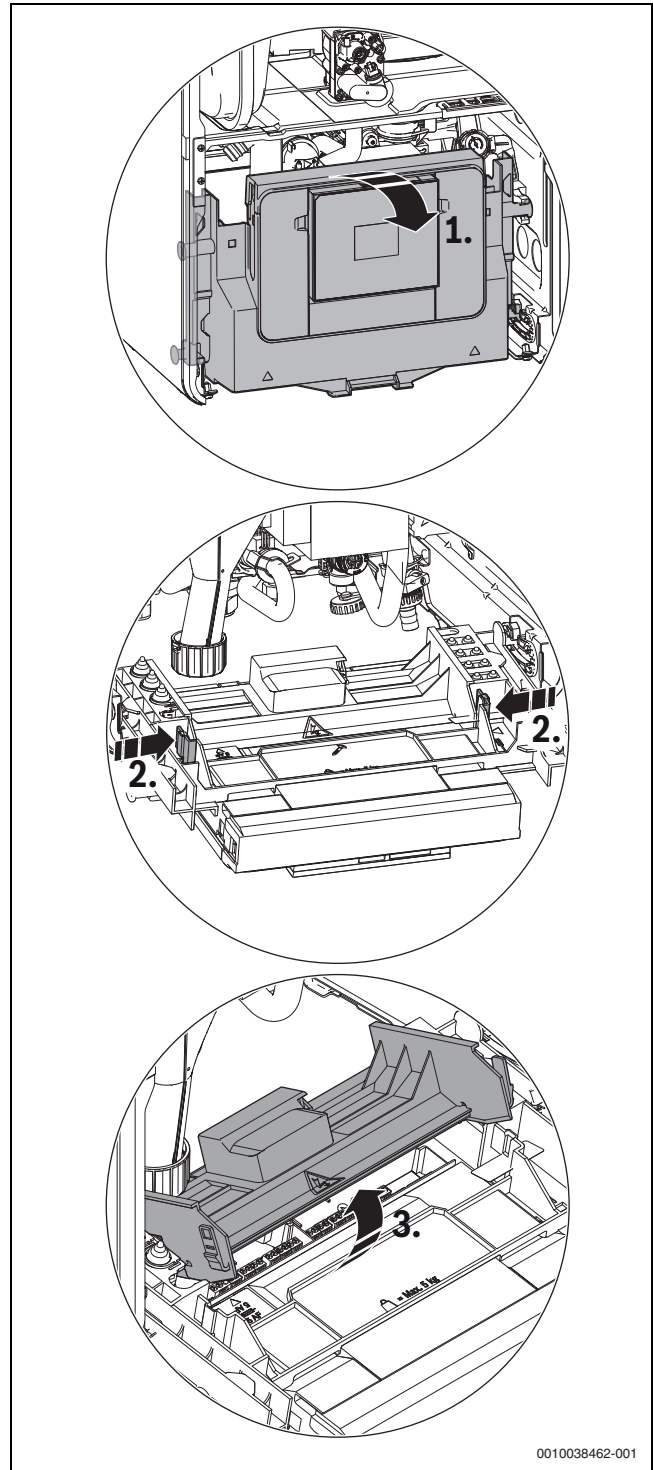

Bild 42 Abdeckung aufklappen
- ▶ Steuergerät nach unten klappen (→ Bild 42).